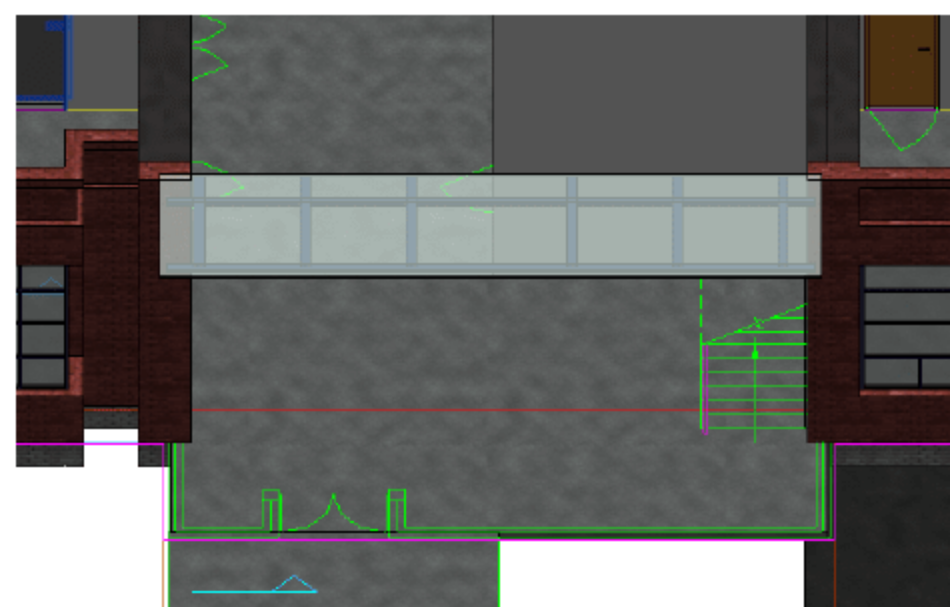

图 10.5.42 插入雨蓬族 4
(4) 插入 4 轴和 5 轴之间与 G 轴相交的雨蓬族, 选择“建筑”→“构件”→“放置构件”→“雨蓬族 4”, 调整好立面标高, 在相应的位置插入雨蓬, 如果雨蓬插入的位置不精确, 可以按快捷键 M+V 进行调整, 调整完成后的雨蓬三维视图如图 10.5.42 所示。